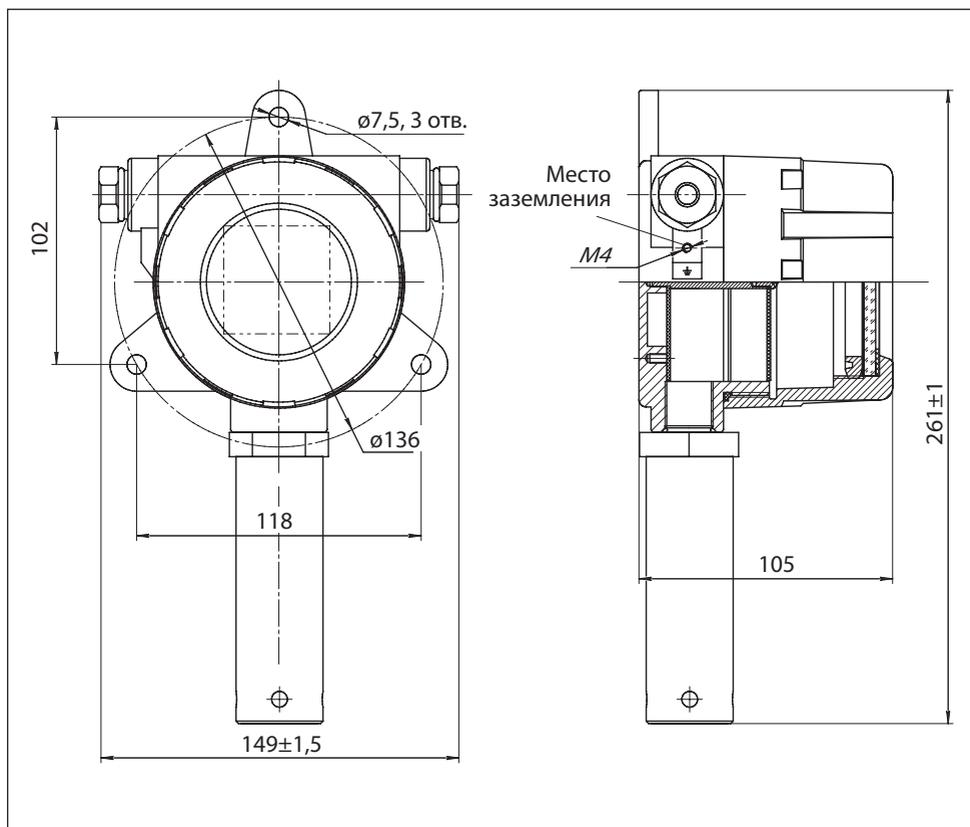
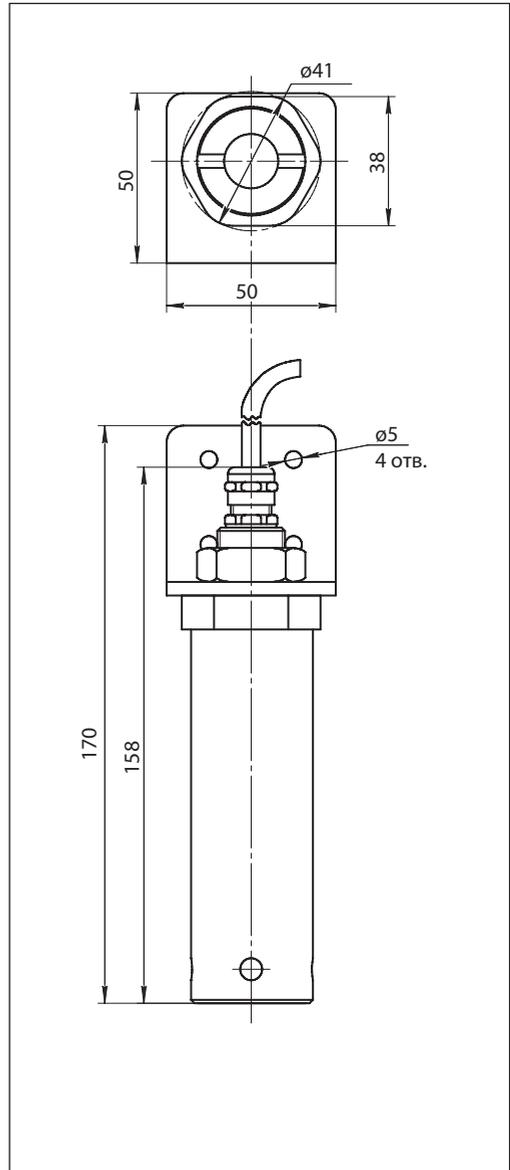

Рис.7. Габаритный чертеж ГС "Сенсон-СВ-5021-СМ"
Рис.8. Габаритный чертеж выносного измерительного модуля
ГС необходимо располагать так, чтобы интерфейсный модуль с ИСМ был направлен вертикально вниз (рис.7). Это препятствует попаданию влаги, пыли и посторонних предметов на фильтр газоанализатора. Наиболее простой способ монтажа – крепление к стене с помощью отверстий на фланце прибора, согласно рис.7 и 8. Выносной интерфейсный модуль крепится на кронштейне и также располагается вертикально, крышкой вниз (рис.8).
15. Подключите провод заземления к корпусу ГС, согласно рис.7.